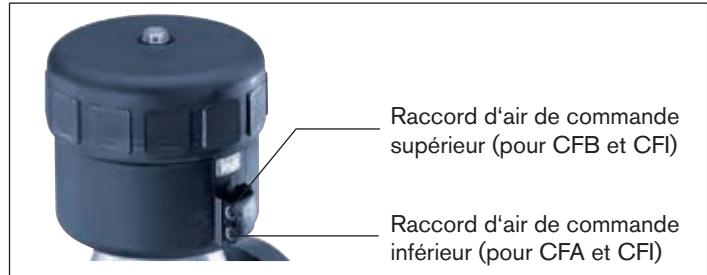

Fig. 18 : Raccordement pneumatique
- Raccordez le fluide de commande au niveau des raccords supérieur et inférieur (voir « Fig. 18 »).